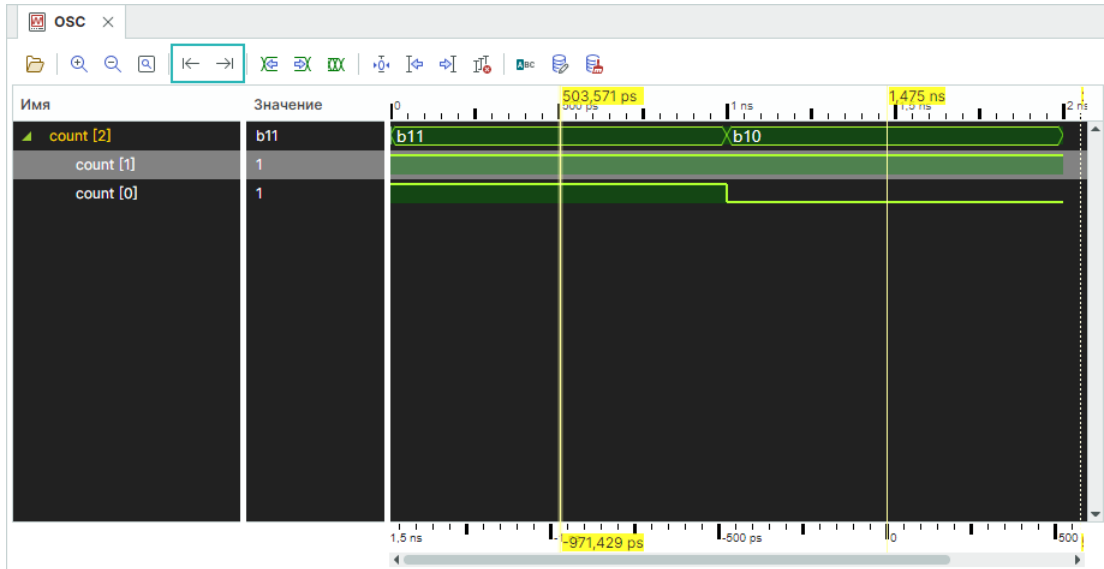

Рис. 44 Расположение кнопок перемещения по оси времени
- Перемещение по оси времени, см. Рис. 44.